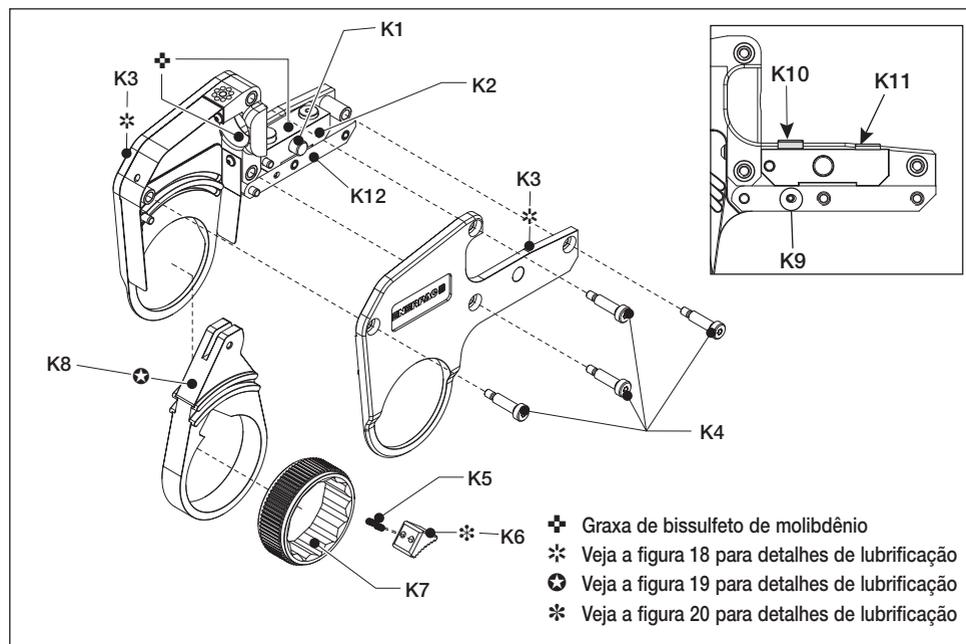

Fig. 16
5.4 Manutenção preventiva - cassete (fig. 16, 18, 19 e 20)
(fig. 16, 18, 19 e 20)